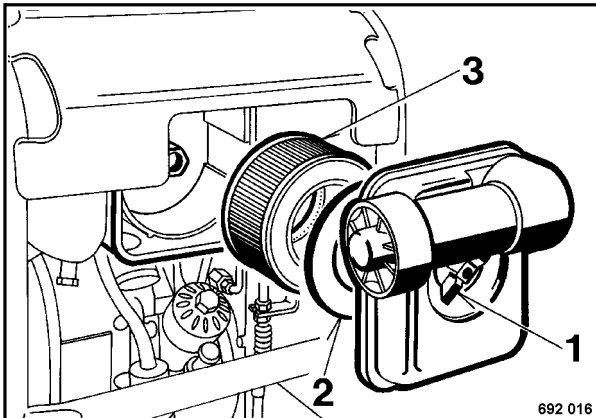

Fig. 1
- Soltar la tuerca de mariposa 1 (Fig. 1), y retirar la tapa con la tapa de protección (2) y el elemento filtrante de aire (3).